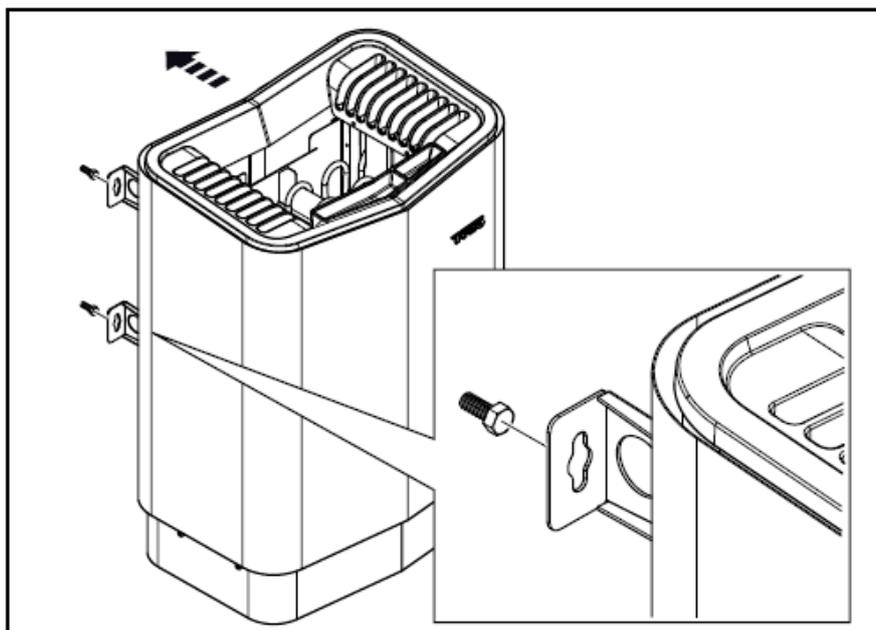

Figure 13: Hang the heater up.
11. Appendere il riscaldatore alle viti vedi Fig. 13.